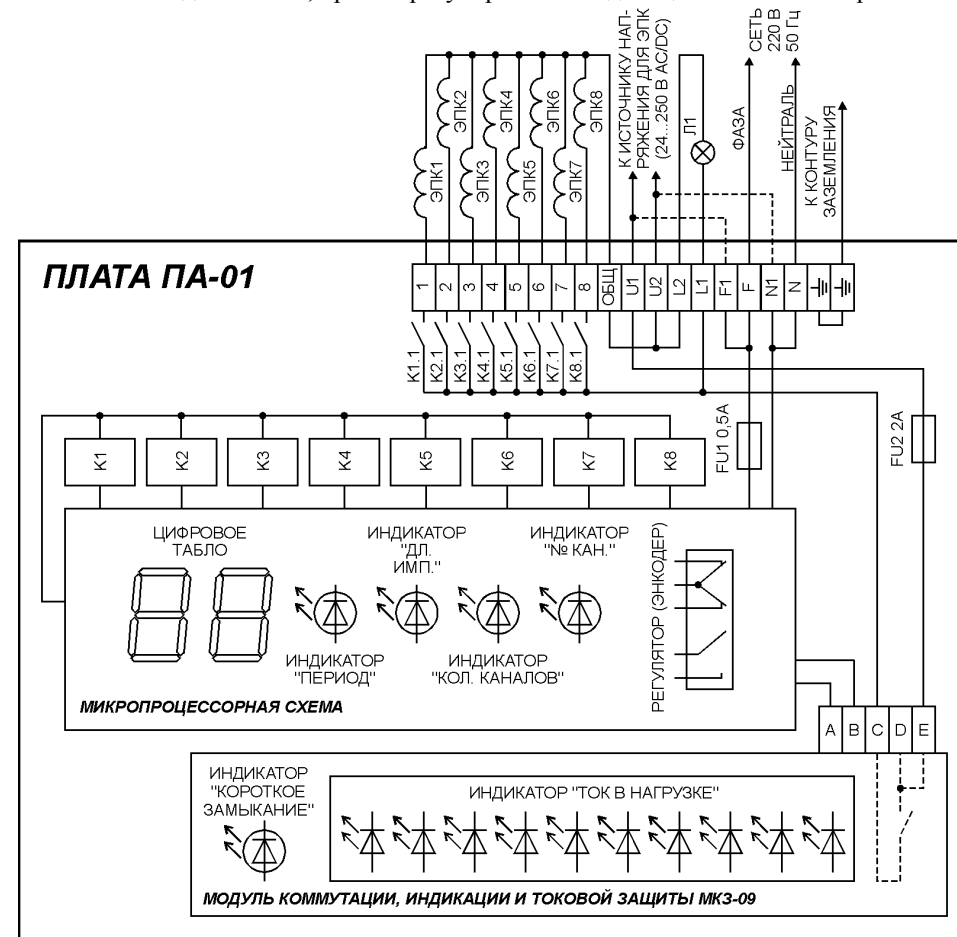

Рис. 2. Схема подключения и органы управления платы ПА-01
Схема подключения, органы регулировки и индикации показаны на рис. 2.
7.2. Управляющие провода ЭПК подключаются к клеммам 1 - 8 (при количестве каналов – 8). Если число рукавов фильтра-циклона меньше 8, то для подключения ЭПК необходимо использовать соответствующее количество клемм платы, начиная с клеммы 1 (см. рис. 2).
7.4. К клеммам «U1» и «U2» при необходимости подключается внешний источник питания для ЭПК. Выходное напряжение источника должно на 6...7 В превышать номинальное рабочее напряжение применённых ЭПК и находиться в диапазоне от 24 до 250 В постоянного или переменного тока. Клемма «U2» внутри платы соединена с общим проводом всех ЭПК, поэтому при использовании ЭПК постоянного тока необходимо соблюдать требуемую для них полярность. Если катушки ЭПК рассчитаны на напряжение промышленной сети переменного тока (187 – 242 В, 49 – 51 Гц), то дополнительный источник питания не нужен: в этом случае внешними перемычками клемма «U1» соединяется с клеммой «F1», а клемма «U2» – с клеммой «N1». Эти соединения показаны на рис. 2 пунктирными линиями.